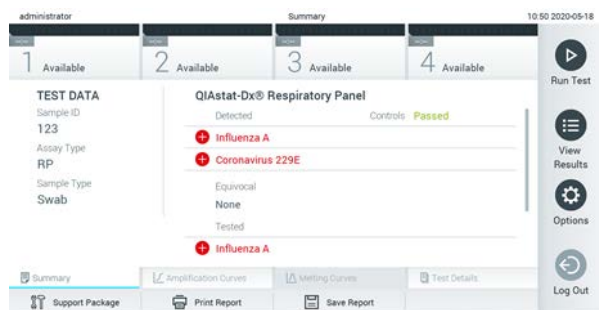

Figura 30. Pantalla de resultados Summary (Resumen).
11. Una vez que se ha expulsado el cartucho de ensayo QIAstat-Dx, aparecerá la pantalla de resultados Summary (Resumen; consulte la figura 30). Para obtener información más detallada, consulte la sección 5.4.